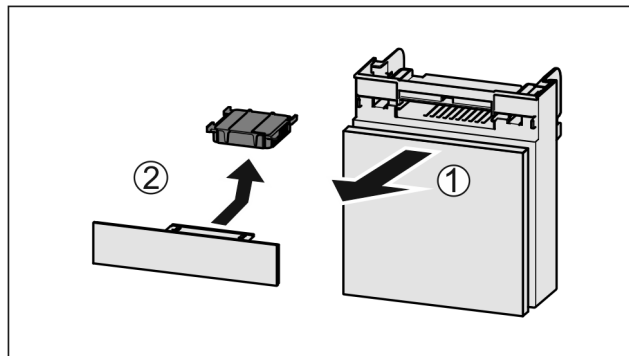

Fig. 81
- ▶ Издърпайте Fig. 81 (1) напред отделението.
- ▶ Извадете Fig. 81 (2) филтъра с активен въглен.